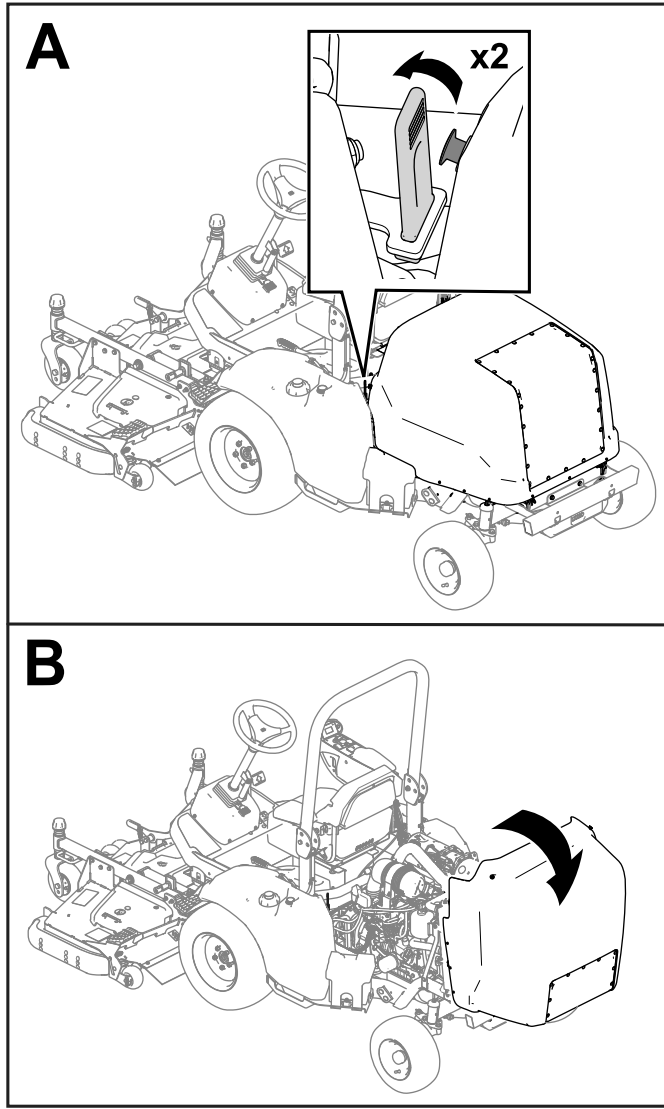

Figura 43
1. Rilasciate le cinghie su ciascun lato della macchina (Figura 43).
2. Sollevare il cofano (Figura 43).